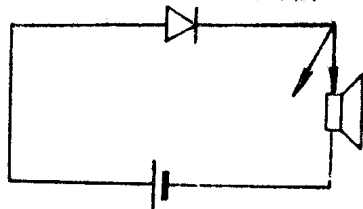

图 3
①看外壳上的符号标记。通常在二极管的外壳上标有二极管的符号“ $\rightarrow|$ ”标有三角形箭头的一端为负极，另一端为正极。
②看外壳上标记的色点。在点接触形二极管的外壳上，通常标有色点（白色和红色）。除少数二极管外（2AP9、2AP10等）一般标红点的这端就是正极。
③透过玻璃壳看触针，对于点接触型玻璃外壳二极管，如果标记已磨掉，则可将外壳上的漆层（黑色或白色）轻轻刮掉一点儿，通过玻璃看哪头是金属触针，哪头是N型锗片。有金属触针的那头就是正极。
④用万用表 $R \times 100\Omega$ 或 $R \times k\Omega$ 档，任意测量二极管的两根引线，如果量出的电阻只有几百欧（正向电阻），则黑表笔（即万用表内电源正极，指针表）所接引线为正极，红表笔（即指针式万用表内电源负极）所接引线为负极。
⑤用电池和喇叭来判断二极管的正负极，将一节电池和一个喇叭或耳机与被测二极管构成串联电路，如图3所示。然后将二极管的引线断续触碰喇叭引线，再把二极管调头一次，以听到“咯咯”声较大的一次为准，与电池正极相接的那一根二极管的引线为正极，另一根为负极。